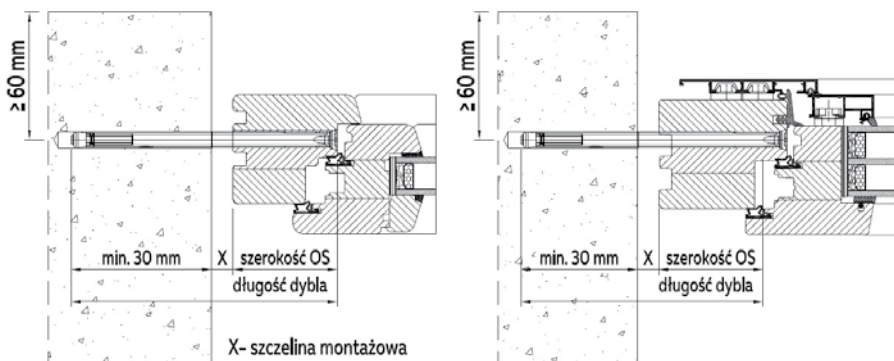

Rys. 1. Rozmieszczenie punktów mocowań
10. Zamocować ościeżnicę przy pomocy dybli (rys. 2 str. 8) lub kotew montażowych (rys. 3 str. 8). W przypadku zastosowania dybli w dolnej części ramy otwory na dyble wypełnić silikonem w celu ich uszczelnienia. Rozmieszczenie mocowań (rys. 1 str. 7).